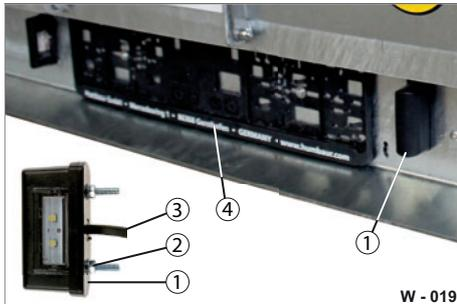

Abb. 55 Kennzeichen-Beleuchtung
- ▶ Lösen Sie die Schraubverbindungen (Abb. 55/2).
- ▶ Lösen Sie den Anschlusskabel mit Steckverbindung (Abb. 55/3).
- ▶ Ersetzen Sie die komplette LED-Leuchte (Abb. 55/1).